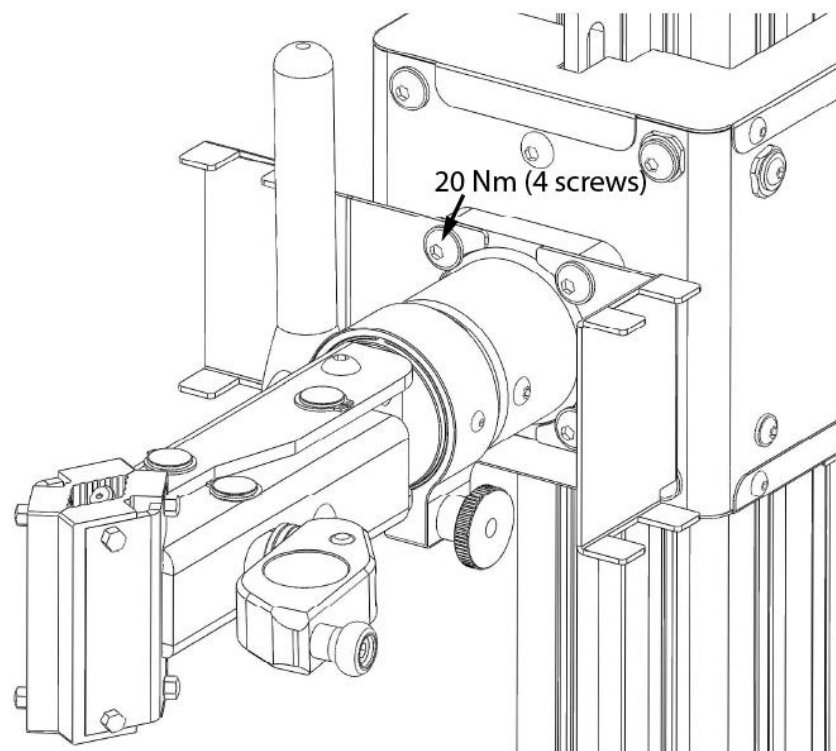

Figura 2: Posizione di montaggio del supporto remoto
3. Disimballa la scatola principale e trova il gruppo morsetto (scatola separata). Include due portadischi da montare su entrambi i lati della morsetta (vedi **figura 2**). Posiziona i portadischi sul supporto della morsetta e monta l'insieme al carrello del supporto usando le quattro viti e rondelle M8 incluse (**borsa 1**) e una chiave esagonale da 5 mm. Stringi le viti a 20 Nm.